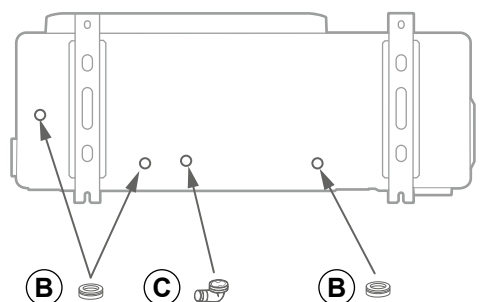

fig. 18 - Plaatsing van de buitenunit, afvoer van de condensaten
- In bedrijf kan er water uit de buitenunit sijpelen. Plaats het apparaat niet op een terras, maar bij voorkeur op een goed gedraineerd ondergrond (grindbed of zand). Als de installatie in een gebied wordt uitgevoerd waar de temperatuur beneden het vriespunt zakt, ervoor zorgen dat de aanwezigheid van ijs geen gevaar oplevert. Het is ook mogelijk om een afvoerleiding aan te sluiten op de condensaatafvoerbak (fig. 18).
De buitenunit moet zich ten minste 50 mm boven de grond bevinden. In besneeuwde gebieden moet een grotere hoogte voorzien worden, maar deze mag nooit groter zijn dan 1.5 m (fig. 18).